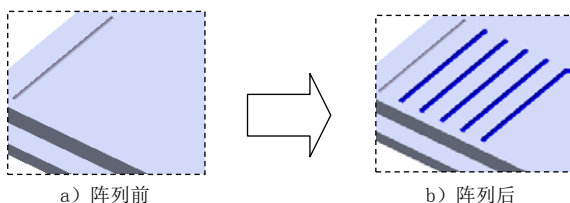
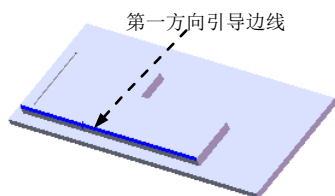

图 17.7.11 创建阵列(线性)1
图 17.7.12 选取阵列引导边线
Step6. 创建图 17.7.11 所示的阵列 (线性) 1。
(1) 选择命令。选择下拉菜单 **插入(I)** → **阵列/镜向(E)** → **线性阵列(L)...** 命令, 系统弹出“线性阵列”对话框。
(2) 定义阵列源特征。单击 **要阵列的特征(F)** 区域中的文本框, 选取设计树中的切除—旋转 1 作为阵列的源特征。
(3) 定义阵列参数。选取图 17.7.12 所示的第一引导边线, 在 **方向1** 区域的  文本框中输入数值 20.0, 在  文本框中输入数值 6。
(4) 单击  按钮, 完成阵列 (线性) 1 的创建。